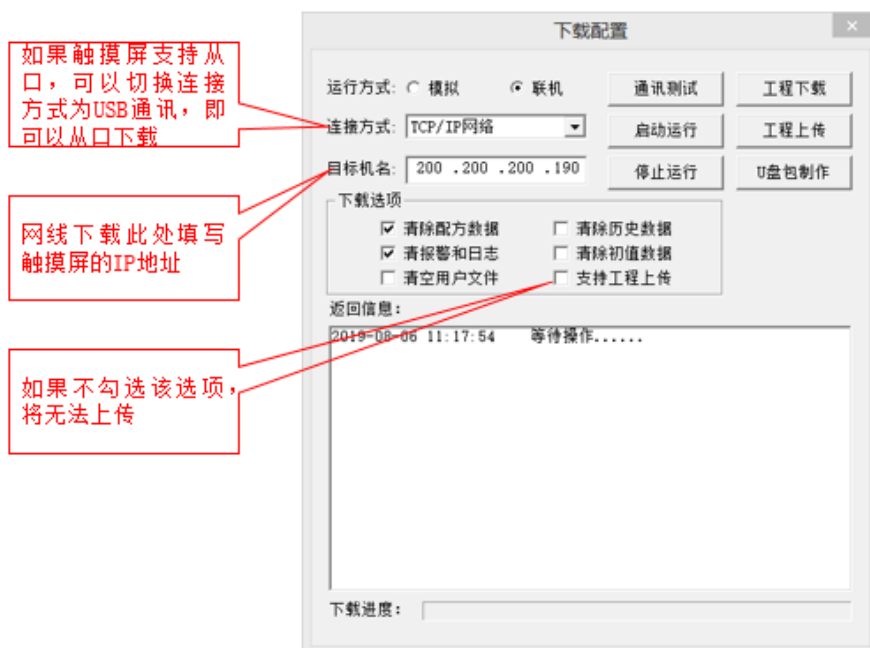

图 3.3.5
- 电脑和触摸屏的 IP 修改完成后，用网线将电脑和触摸屏连接起来，在电脑端打开工程，点击工具条中的下载按钮 (或按 F5)，进入“下载配置”，运行方式选择“联机”，连接方式选择“TCP/IP 网络”，“目标机名”填写触摸屏的 IP，点击“工程下载”，等待工程下载。如图 3.3.5 所示。